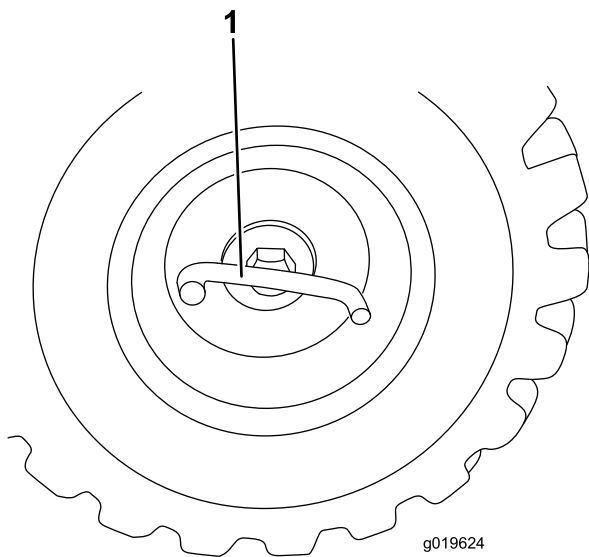

Figure 16
2. À l'aide d'un levier, retirez le grand boulon en T au centre de la roue (Figure 16).